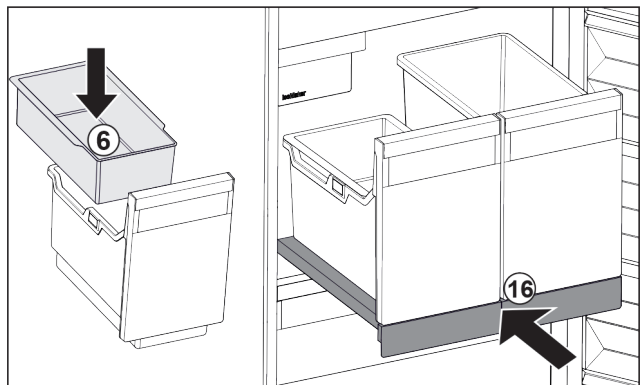

Fig. 130
- ▶ Поставете окачващата се поставка *Fig. 130 (6)* за ледени кубчета.
- ▶ Вкарайте изтеглящата се дъска със съдовете (IceTower). *Fig. 130 (16)*